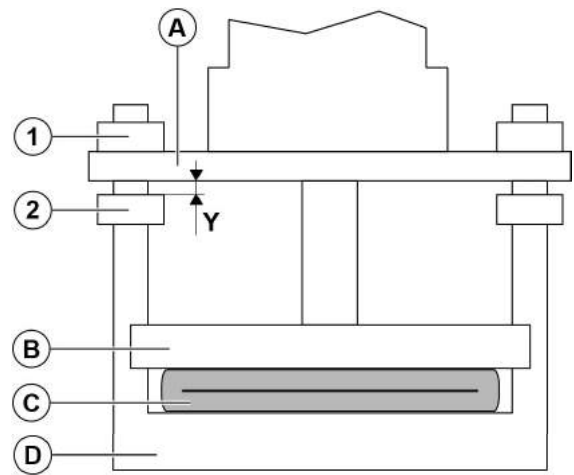

图19.
12. 将下螺母（Figure 19，螺母2）设置为距离连接板 Y mm（请参见Table 2中的尺寸Y）。